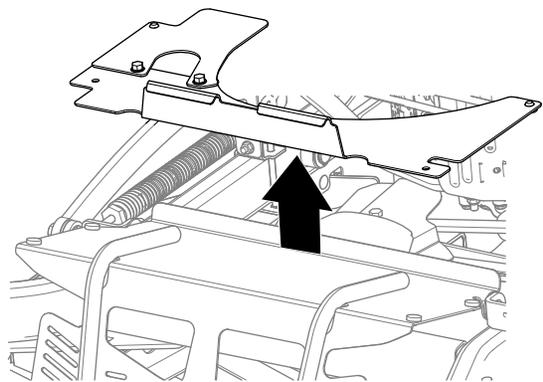

Figure 36
1. Boulon (5/16 x 1 po) (2)
3. Retirez l'écrou hexagonal (5/16 po) et l'écrou (5/16 po) qui fixent l'extension de la protection aux boulons de carrosserie (Figure 36). Déposez l'extension de la protection.